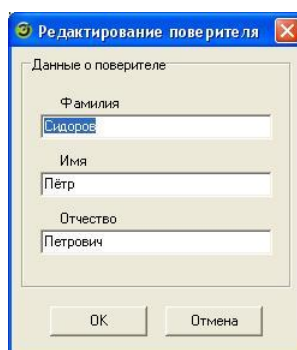

Рисунок 3.2.2 – Диалог редактирования поверителя
- «Редактировать данные». Кнопка предназначена для редактирования информации о выбранном в таблице поверителе. При её нажатии выводится диалог редактирования информации о поверителе с текущими значениями полей (рисунок 3.2.2).